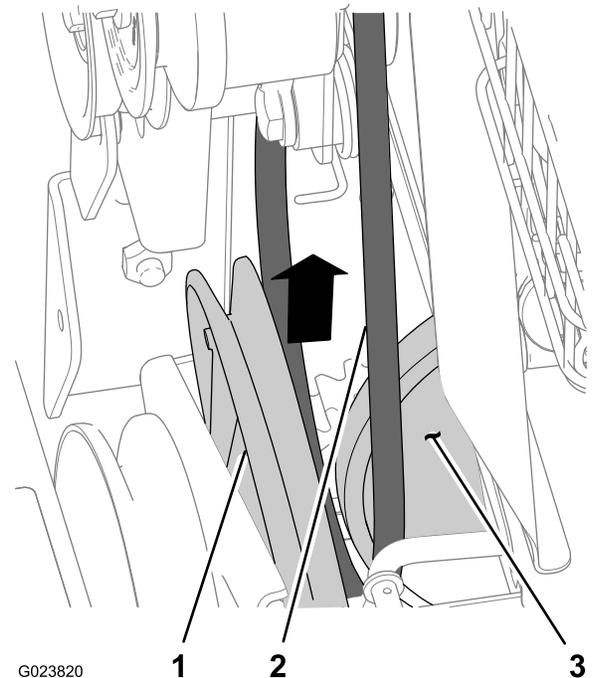

Figure 43
6. Déchaussez la courroie de déplacement de la gorge dans la poulie de déplacement et faites-la passer entre la poulie et la roue de friction (Figure 43).
1. Alignez la courroie de déplacement entre la roue de friction et la poulie de déplacement (Figure 43).